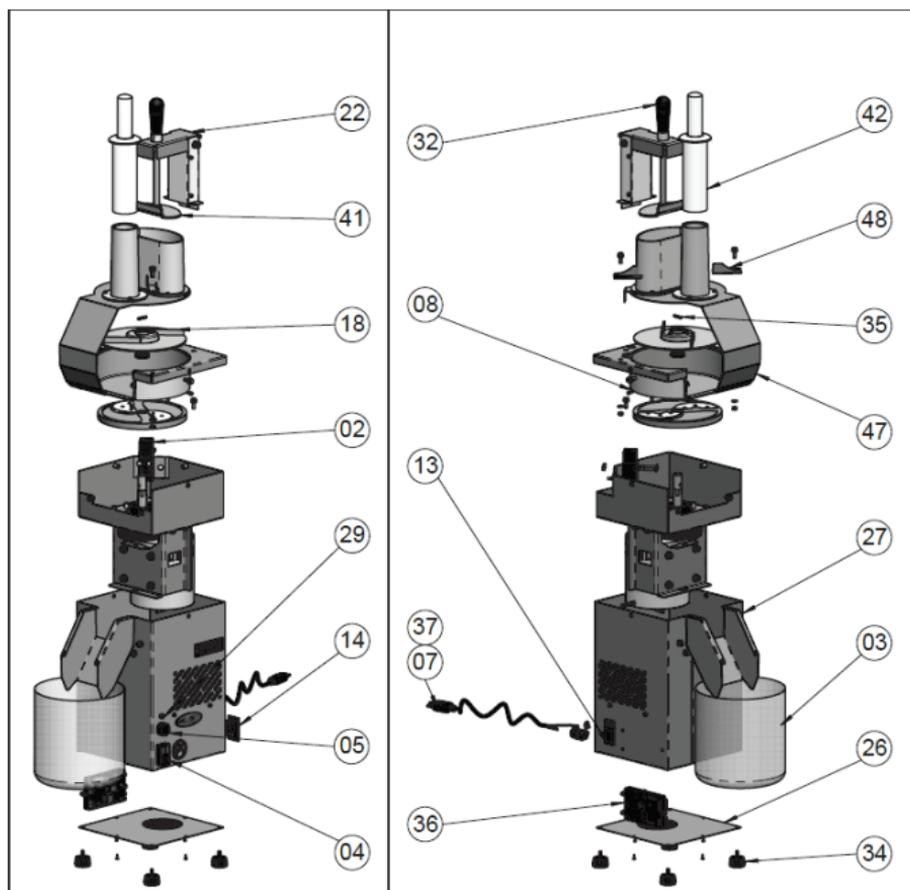
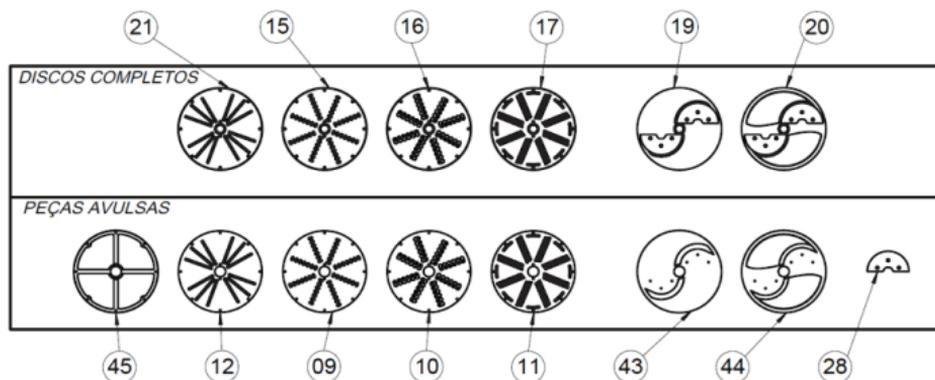

Figura 1 - Componentes de reposição
Figura 3 - Discodesfiador/ fatiador/ralador
- ✦ Antes de ligar o equipamento, verifique se o *DISCO EXPELIDOR* nº21 (Figura 1) e um dos *DISCOS* (DESFIADOR/ FATIADOR/ RALADOR) (Figura 3) estejam posicionados corretamente no eixo;